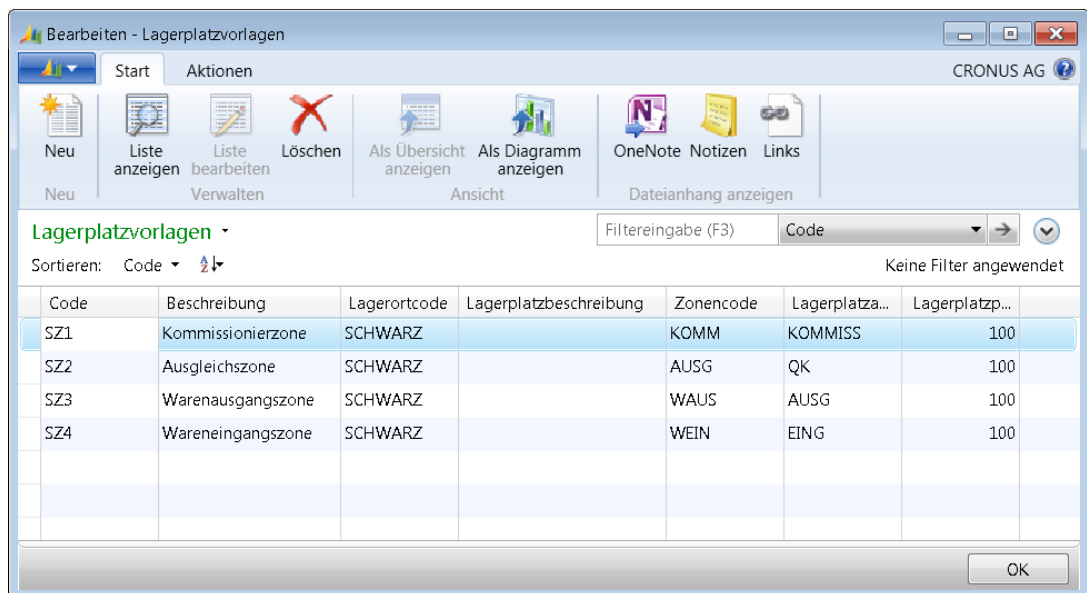

Abbildung 6.3 Lagerplatzvorlagen für die Erstellung der Lagerplätze in den Zonen des Lagerorts SCHWARZ
4. Füllen Sie zumindest die Felder *Code*, *Lagerortcode* (SCHWARZ) und *Zonencode* aus. Legen Sie für jede der vier Zonen eine Vorlage an (siehe Abbildung 6.3).